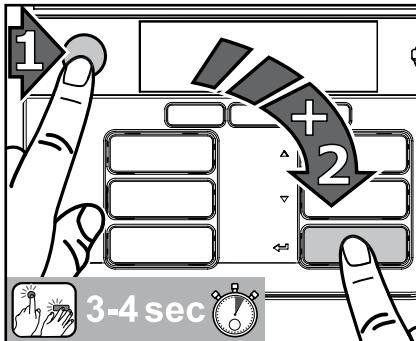

Рис. 34
1. Нажать сначала кнопку СТОП, затем - кнопку ввода ← и одновременно удержать обе кнопки нажатыми 3-4 секунды, чтобы перейти в режим очистки. (Рис. 34)